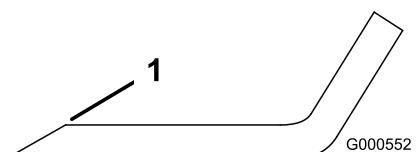

図 71
1. ブレードは、左右の刃先をやすりで磨く図 71。
注 もし傾くようなら、重い方の裏面を少し削って 調整する図 71。